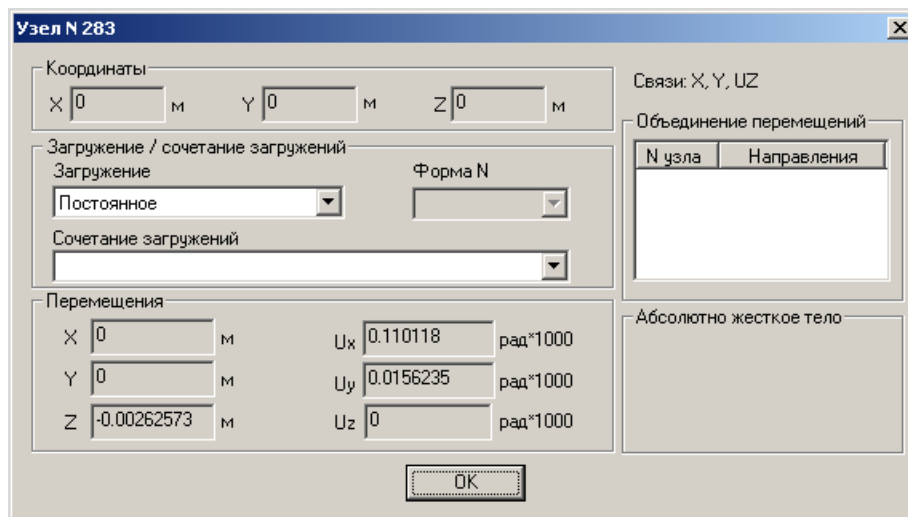

Рис.1.27.6. Окно диалога Узел №283
- В открывшемся окне диалога **Узел №283** (рис.1.27.6) просмотрите перемещения узла от разных нагружений.